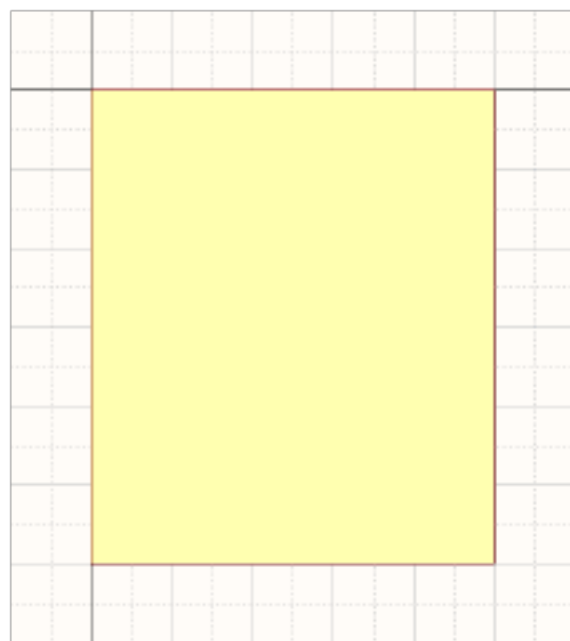

图 3-2 绘制矩形
(1) 执行 File→New→Schematic Library 命令，进入元器件库编辑器。
(2) 绘制矩形。用鼠标单击绘图工具栏中的绘制直角矩形按钮 ，此时光标变成十字形状，将光标移至 4 个象限的交点，单击鼠标并向右下方拖动，直至矩形大小为 10 格×12 格为止，单击鼠标左键，完成矩形的绘制，如图 3-2 所示。